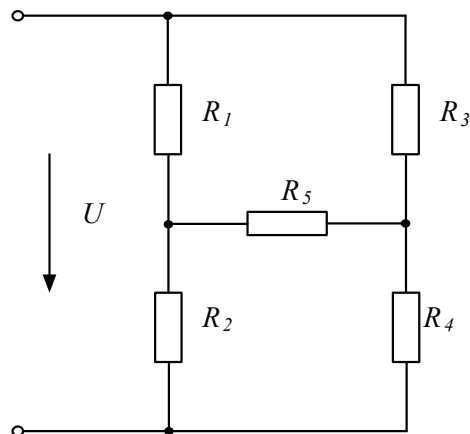

Рисунок 14
*Задача 9.* В цепи (рис. 14) сопротивления  $R_1=2\text{Ом}$ ,  $R_2=3\text{Ом}$ ,  $R_3=4\text{Ом}$ ,  $R_4=5\text{Ом}$ ,  $R_5=8\text{Ом}$  и напряжение на зажимах цепи  $U=80\text{В}$ . Определить токи в ветвях и в неразветвленной части цепи. Задачу решить методом контурных токов.